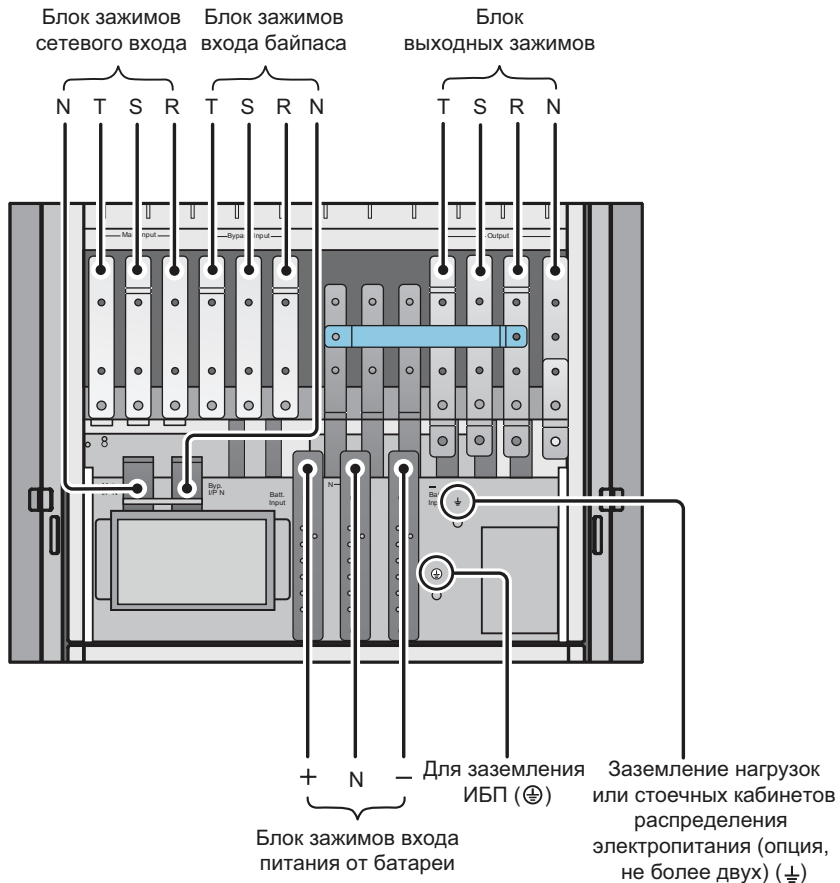
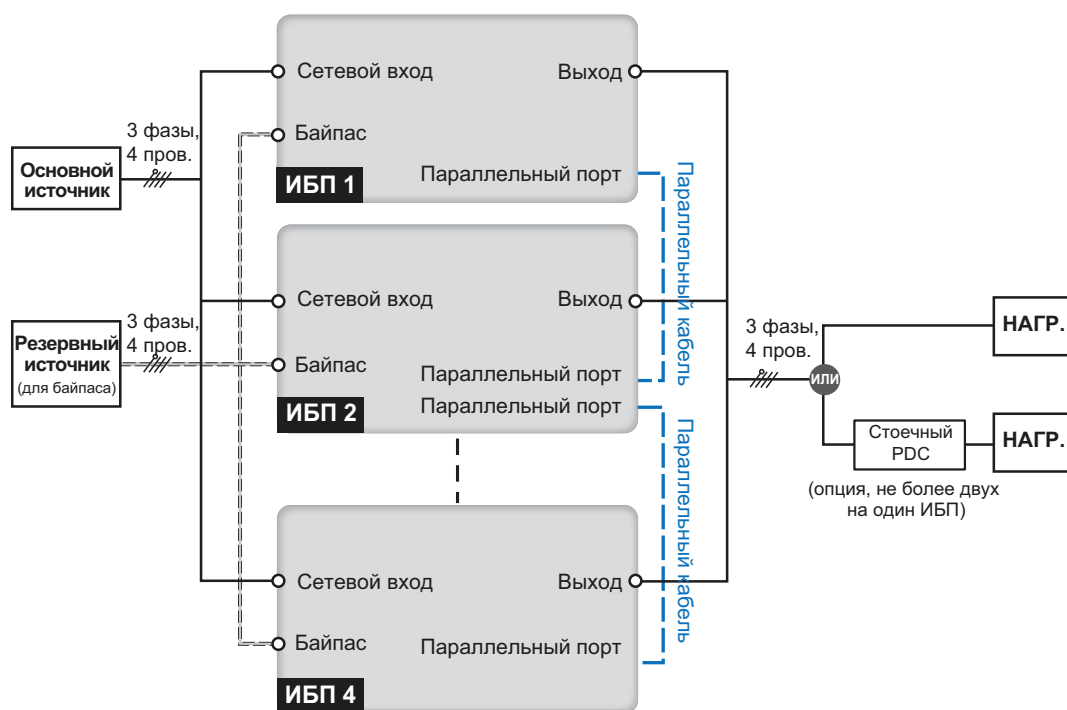

Рис. 5-9. Схема подключения в конфигурации с двумя входами (одиночный ИБП)
Рис. 5-11. Схема подключения в конфигурации с двумя входами (параллельные ИБП)
3. Подключите к блоку зажимов ИБП источник переменного тока, нагрузки или стоечный PDC (опция, не более двух), внешний батарейный кабинет и заземление. См. **Рис. 5-9**. Следуйте указаниям Руководства по эксплуатации PDC относительно монтажа, подключения, вентиляции и работы с этим устройством.
4. Нейтральный проводник источника переменного тока, подключенного к входу байпаса, подключите к зажиму нуля (N) сетевого входа.
3. Подключите к блоку зажимов ИБП источник переменного тока, нагрузки или стоечный PDC (опция, не более двух), внешний батарейный кабинет и заземление. См. **Рис. 5-9** и **Рис. 5-11**. Следуйте указаниям Руководства по эксплуатации PDC относительно монтажа, подключения, вентиляции и работы с этим устройством.